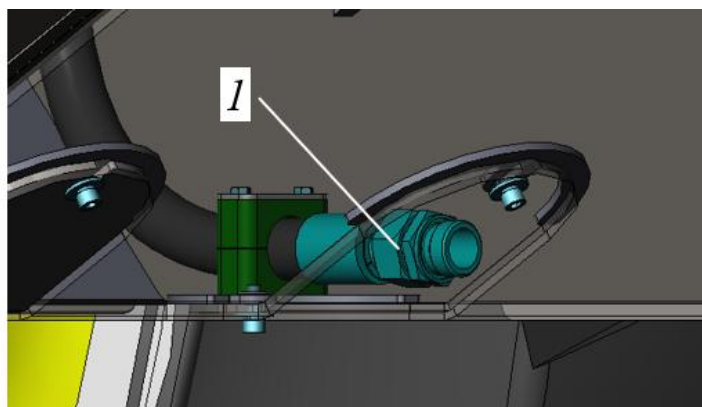

Рисунок 5.51. Кран для слива масла с гидравлического бака
- ▶ Из комплекта ЗИП на кран 1, рис. 5.51, установить г-образный отвод (отвод на рисунке не показан).